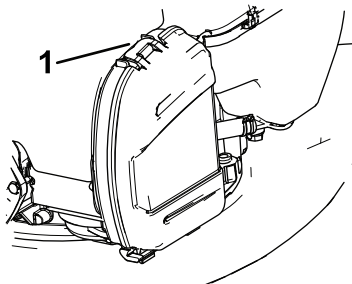

Figure 16
1. Soulevez la languette pour ouvrir le couvercle du filtre à air (Figure 16).